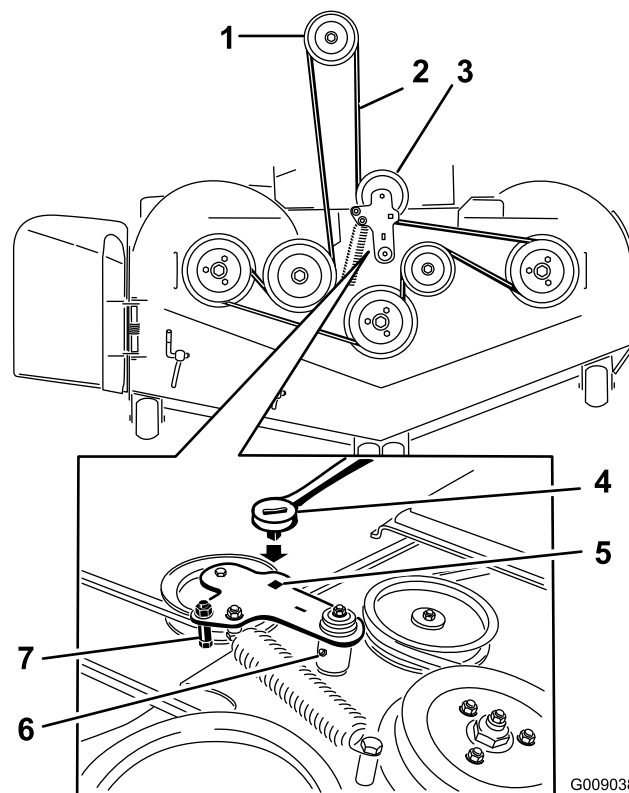

Figure 89
5. Insérez un rochet dans le trou carré du bras de la poulie de tension pour détendre le ressort de la poulie de tension (Figure 89).
7. Enlevez le guide-courroie situé sur le bras de la poulie de tension rappelé par ressort (Figure 89).
9. Acheminez la courroie neuve autour des poulies du tablier de coupe et de la poulie d'embrayage, sous le moteur (Figure 89).
10. Montez le guide-courroie sur le bras de la poulie tension (Figure 89).
11. Insérez le rochet dans le trou carré et montez le ressort de la poulie de tension (Figure 89).